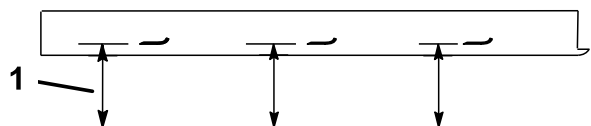

Figure 65
2. Mesurez la distance entre la surface plane et le tranchant (position A) des lames (Figure 65). Notez cette valeur.